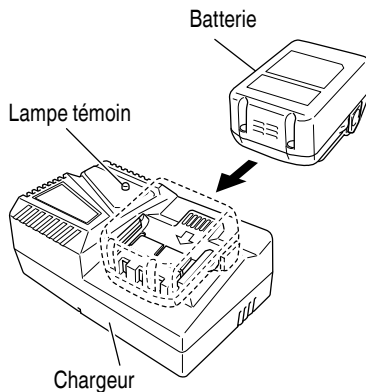

Fig. 4
2. Insérer la batterie dans le chargeur de batterie. Insérez fermement la batterie dans le chargeur, comme cela est indiqué dans la Fig. 4.